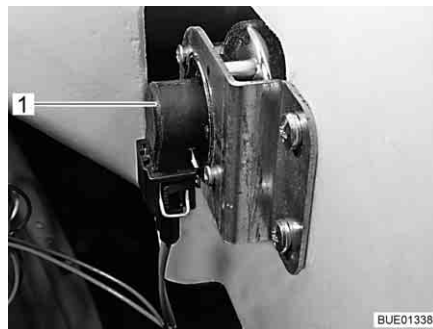

Fig. 286 Indicador de mudança de direção (pisca-pisca)
- Meta a mão atrás do porta lâmpadas (Fig. 286,1).